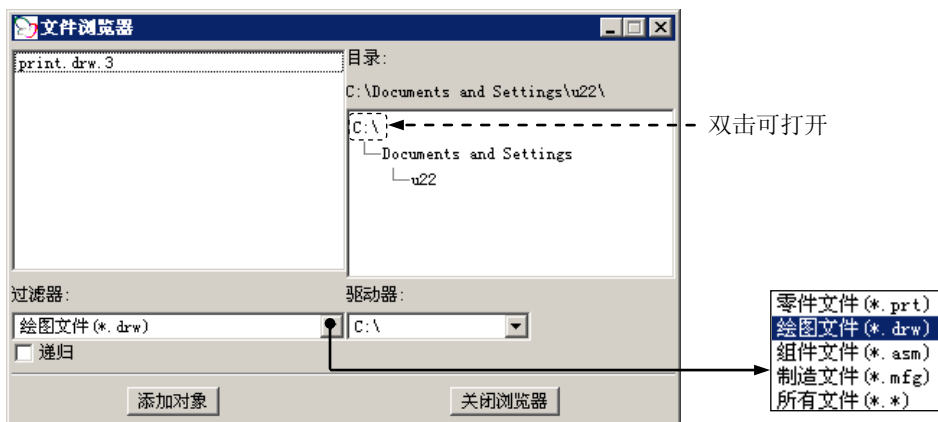

图 9.6.11 “文件浏览器”对话框
Step1. 在“Pro/BATCH”主窗口中，选择下拉菜单 **文件** → **浏览** 命令，系统弹出图 9.6.11 所示的“文件浏览器”对话框。